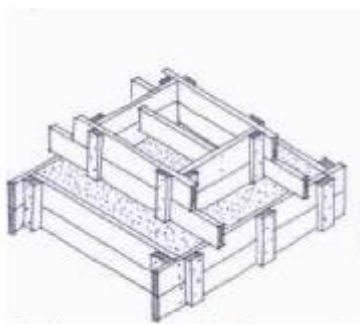

**Rys. 3.** Deskowanie stopy o przekroju prostokątnym
**Deskowanie stóp fundamentowych o przekroju prostokątnym lub kwadratowym** wykonuje się z czterech tarcz, z których dwie są wewnętrzne a dwie zewnętrzne. Tarcze wzmocnia się nakładkami z desek. Tarcze wewnętrzne, które opierają się na nakładkach przybitych od wewnątrz do tarcz zewnętrznych rozpiera się rozpórką. Tarcze zewnętrzne ściąga się drutem. Drut przy rozdeskowaniu pozostaje w betonie (rys.3).